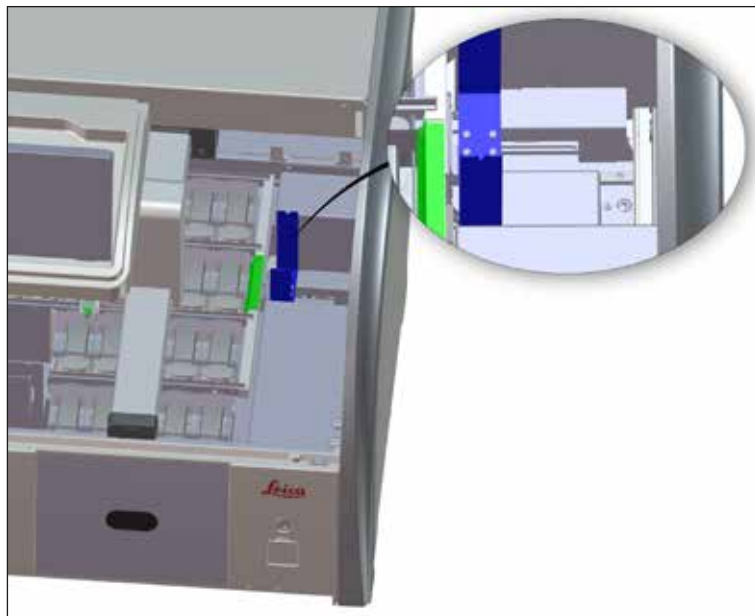

Fig. 96
- Se etter og fjern eventuelle reagensrester i overføringsstasjonen (→ "Fig. 96") regelmessig. Bruk et mildt rengjøringsmiddel med nøytral pH-verdi.